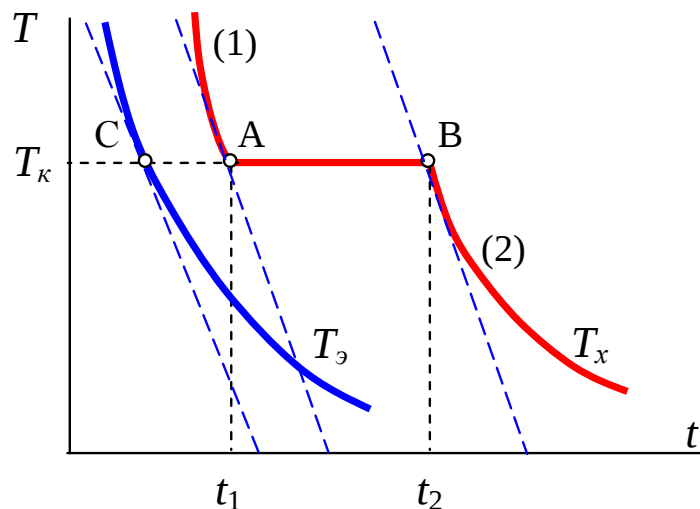

Рис.2. Термограммы охлаждения эталонного ( $T_{\text{э}}$ ) образца и измеряемого ( $T_x$ ) образца при наличии участка кристаллизации АВ.
На термограмме  $T(t)$  процессу кристаллизации вещества соответствует горизонтальный участок при температуре кристаллизации  $T_{кр}$  (АВ на рис.2). Ввиду постоянства температуры при кристаллизации тепловой поток  $J(T)$  от кристаллизующегося вещества также можно считать постоянным за все время кристаллизации. Поэтому полное количество тепла, выделяющееся в процессе кристаллизации, пропорционально его длительности:
Величину теплового потока  $J$  при температуре  $T_{KP}$  можно найти, поскольку он равен потоку от эталонного образца, взятого при той же температуре  $T = T_{KP}$ , (т.е. в точке С на рис.2), и согласно (9) он равен